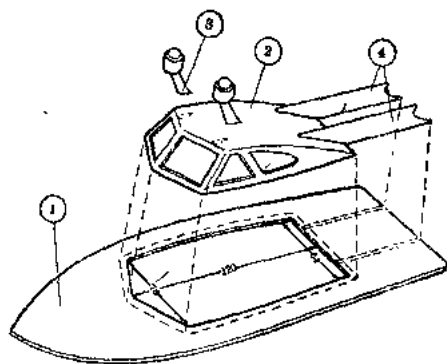
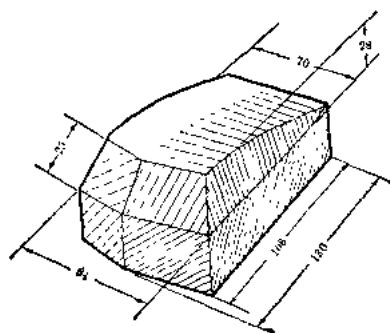

图 9-7
图 9-8
下面来制作艇身上甲板建筑(见图 9-7)。图中①是小艇的上甲板,用 1 毫米左右厚度的桐木片按图中所画的样子刻成。②是小艇的驾驶室,是用十几层纸糊在泥模上制成的。③是两个光导管支架,都是用桐木片做支柱、用硬厚纸做光电管支架,然后粘在一起做成的。④是快艇的两片尾翼,用 2 毫米厚的桐木片做成后粘在上甲板上。小艇驾驶室的做法可先按图 9-8 的样子做好泥模,等泥模干后用烙铁在模上烫上蜡烛油,再按前面讲过的追光“甲壳虫”外壳的做法用纸糊成小艇的驾驶室,等干后在上面开六个小窗孔,并把透明赛璐珞片用快干胶水粘在窗孔里面,作为窗玻璃。以便小艇在水中行驶时,水不会溅到驾驶室里而损坏艇底里的光电控制器和
电动机。驾驶室做好后也应涂上三层快干胶水和刮上填料，用砂纸打磨光滑，再涂上三层快干胶水，起防水作用。做好的驾驶室按图 9-7 的样子用快干胶水把它粘在小艇的上甲板上，并把两个光导管支架和两个尾翼按图 9-8 所示的位置粘到驾驶室和上甲板上。然后，用大头针或图钉把上甲板固定在下甲板上，再把甲板、驾驶室和尾翼等地方都涂上几层银色的快干漆或磁漆。这样，艇身便全部做好了。